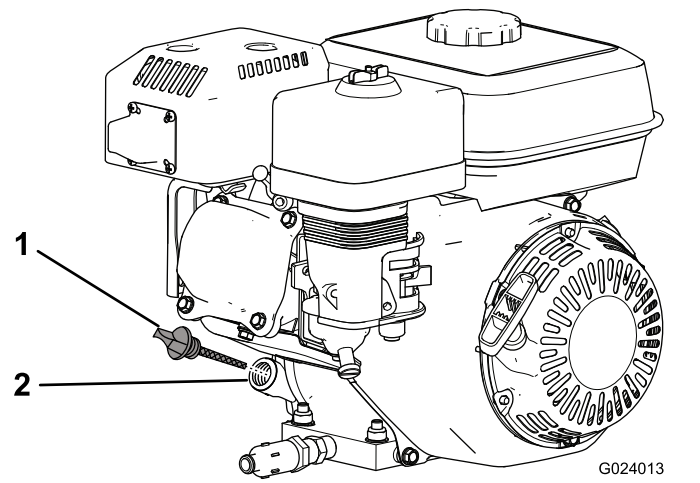

图18
2. 关闭发动机，等待发动机冷却，然后清洁加油颈盖/量油尺附近的区域（图18）。